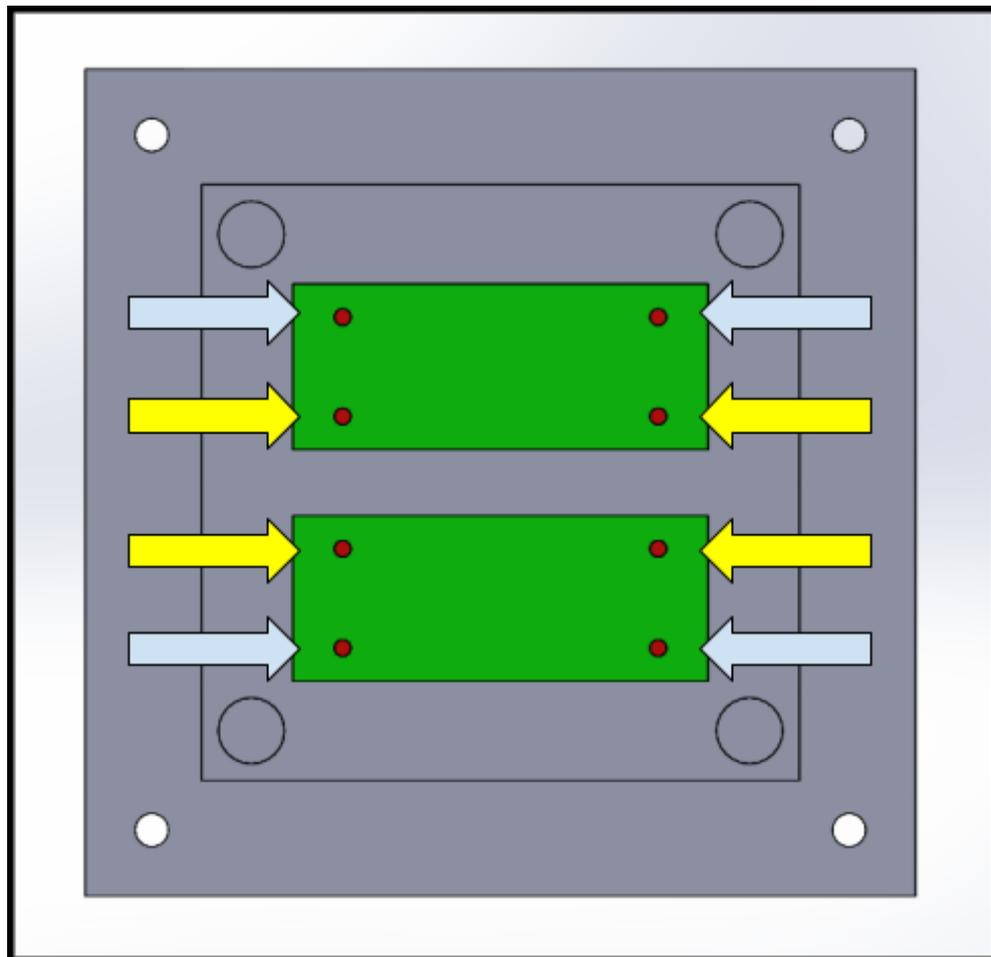

Imagen 48 M. Placa portamoldes móvil
- ❖ Las flechas de color amarillo de la *Imagen 48 M* señalan los agujeros donde se enroscarán los tornillos que unirán los insertos encargados de tapan la cavidad con la placa portamoldes.
- ❖ Las flechas de color azul de la *Imagen 48 M* señalan los agujeros donde se enroscarán los tornillos que unirán el molde de la opción 1 con la placa portamoldes, que a su vez, también ayudarán a unir los insertos encargados de tapan la cavidad con la placa portamoldes.
- ❖ Las piezas de color verde de la *Imagen 48 M* representan los insertos que se utilizan para tapan las cavidades de la opción 2.